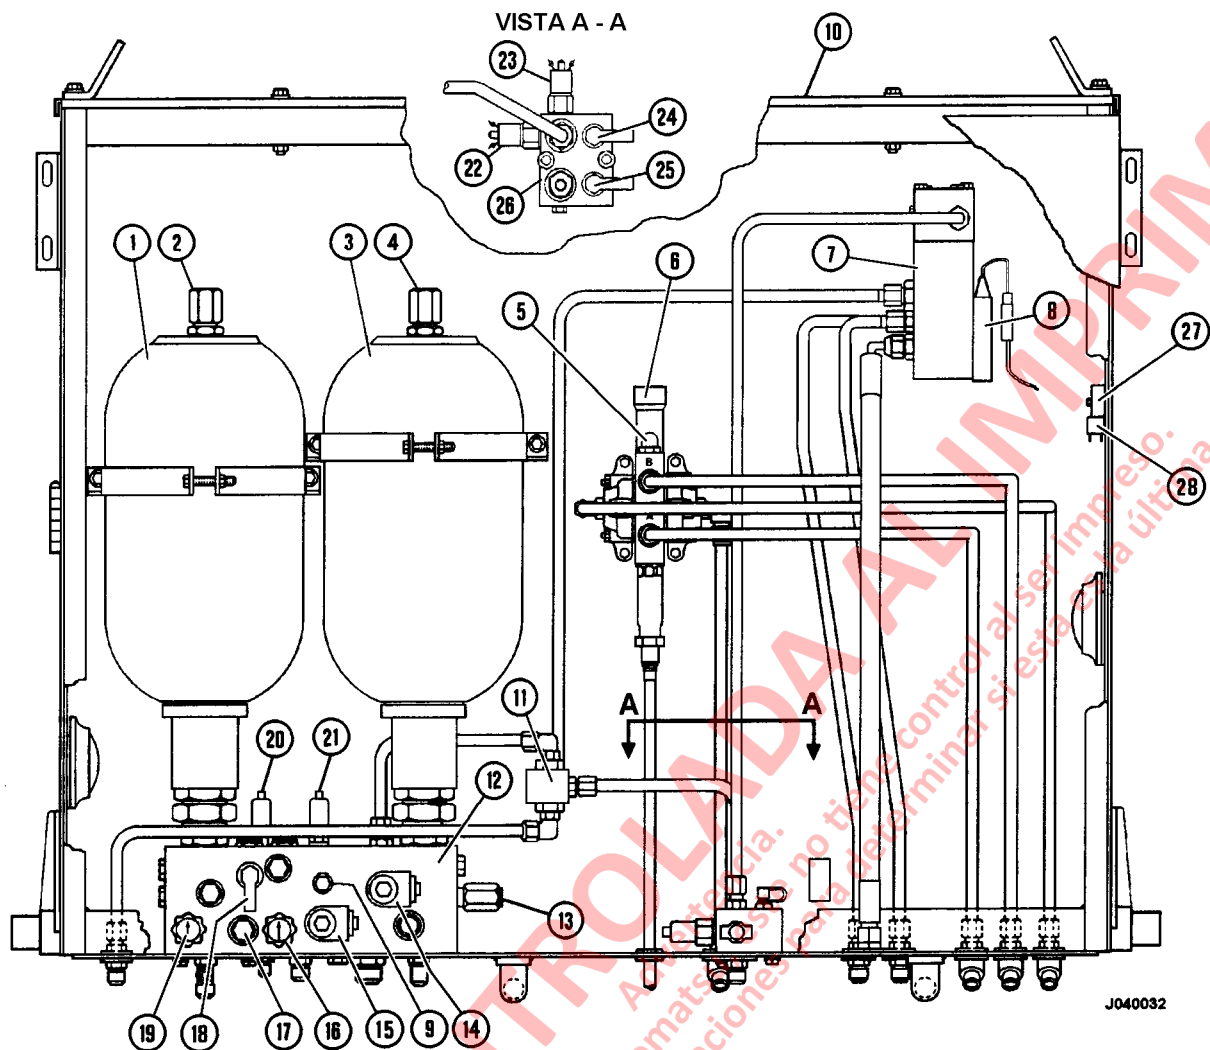

FIGURA 2-1. GABINETE DE COMPONENTES HIDRÁULICOS
El sistema de frenos consta de varios componentes de válvulas principales; la válvula de pedal del circuito doble operada con el pie, las válvulas de relé doble operadas hidráulicamente y el múltiple de freno. La válvula de pedal del circuito doble es el único componente ubicado en la cabina del operador. El resto del sistema, incluyendo la válvula de relé doble para las ruedas delanteras, múltiple de frenos, dos acumuladores y componentes eléctricos están ubicados en un gabinete protegido (Figura 2-1), detrás de la cabina. Se accede fácilmente al gabinete de componentes de los frenos para diagnóstico y trabajos de mantenimiento.
El solenoide del freno de estacionamiento (15, Figura 2-1) está desenergizado. La presión de aceite de las líneas del freno de estacionamiento vuelve al estanque y los resortes del freno de estacionamiento aplicarán el freno. El interruptor de presión del freno de estacionamiento (21) se cerrará, completando el paso a tierra, y encendiendo la luz de freno de estacionamiento en el panel superior.
Girando el interruptor oscilante del panel, una válvula de solenoide (14, Figura 2-1) y válvula reductora de presión (13) aplicarán aceite a presión sin modulación a 2000 psi (13.8 MPa) para accionar completamente los frenos traseros. Una válvula de lanzadera (11) ubicada en la línea del freno trasero proporciona la independencia de la válvula de pedal de freno para aplicar al freno.
El circuito de advertencia del freno está equipado con una luz de advertencia de baja presión de freno (en el panel superior) y una señal sonora (en la cabina), con el fin de alertar al operador sobre las bajas presiones de freno. Se utilizan varios sensores eléctricos, un relé y un temporizador de retardo para detectar problemas en el sistema de frenos. (Ver Figura 2-1, referencia de los siguientes componentes).